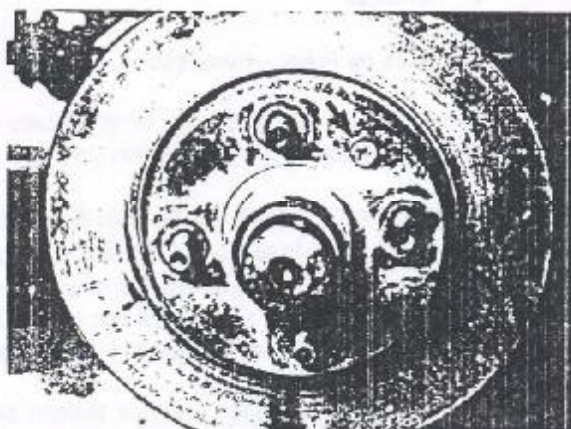

Figura 6.15.1 - Parafuso de fixação do disco de freio.
4. Remover o parafuso de fixação do disco do freio, removendo o disco a seguir (Figura 6.15.1).